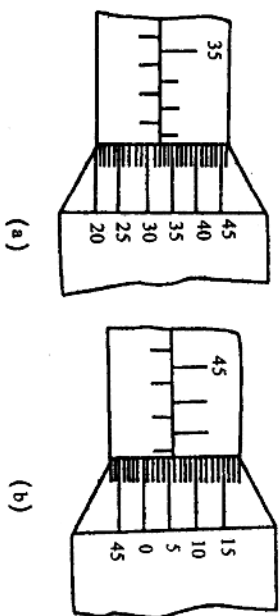

图 1.7
82. 图 1.7 (a) 所示读数为 _____, (b) 图读数为 _____。